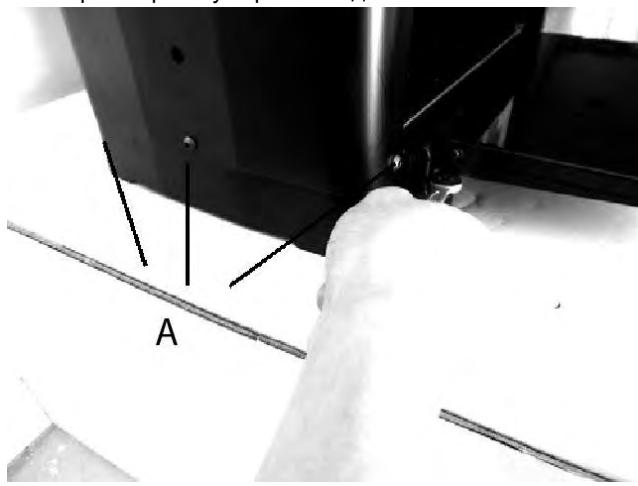

Рис. 12
- На левой боковой панели выверните 3 винта с внутр. шестигранником (A), расположенные вокруг нижнего края, и снимите боковую панель, чтобы открыть крышку коробки подач. См. Рис. 12